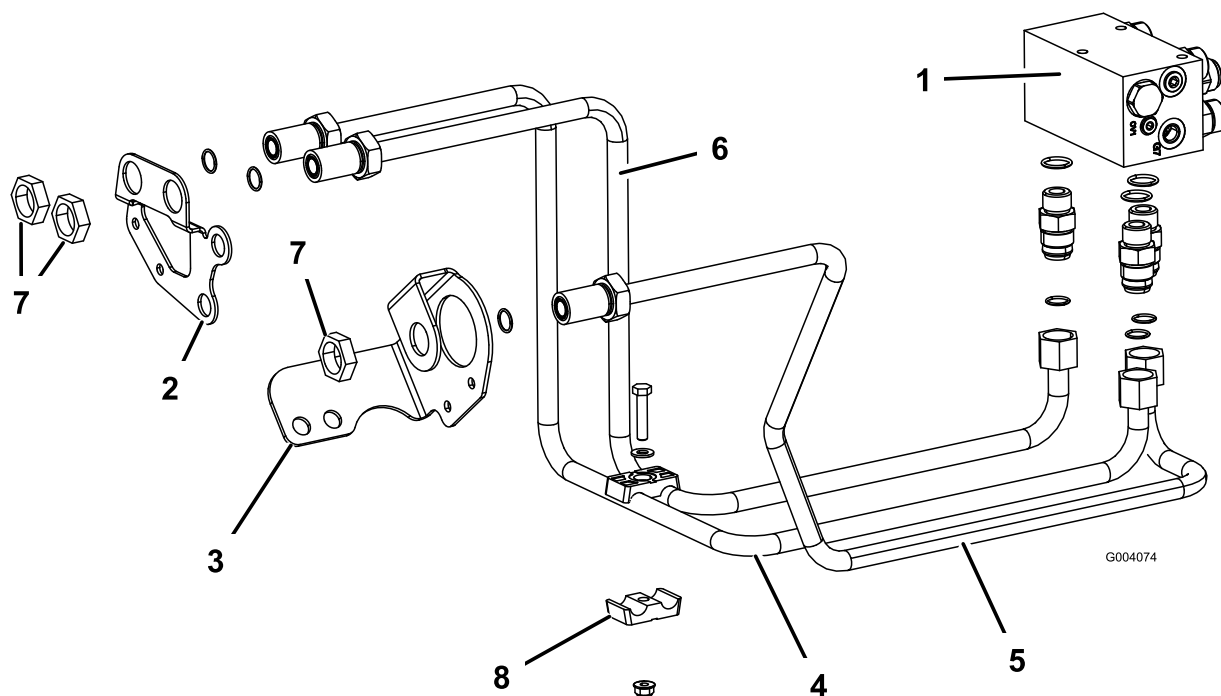

Figura 9
1. Disponete il tubo idraulico, n. cat. 108-7624, dal raccordo del collettore sinistro con l'adesivo "RF" al foro destro nella staffa destra di supporto del telaio (Figura 9).
2. Fissate la parte posteriore del tubo idraulico al raccordo del collettore e la parte anteriore alla staffa di supporto con un dado di bloccaggio di supporto (Figura 9).
3. Disponete il tubo idraulico, n. cat. 108-7626, dal raccordo del collettore centrale con l'adesivo "REV" al foro nella staffa sinistra di supporto del telaio (Figura 9).
5. Disponete il tubo idraulico, n. cat. 108-7625, dal raccordo del collettore destro con l'adesivo "LF" al foro sinistro nella staffa destra di supporto del telaio (Figura 9).
7. Fissate i 2 tubi di supporto di destra insieme ai semimorsetti dei tubi, la vite a testa cilindrica (5/16 x 1-1/2 poll.), la rondella piana (0,344 x 0,688) e un dado di bloccaggio (5/16 poll.) (Figura 9).